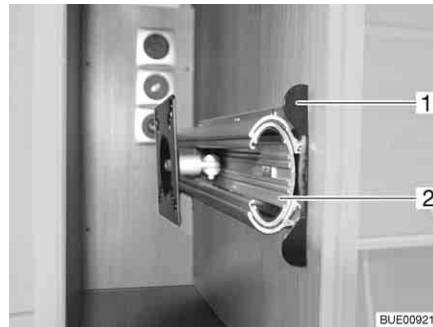

Bild 50 Halterung im TV-Schrank
- Entriegelungsleiste (Bild 50,1) hineindrücken.
- Auszug (Bild 50,2) bis zum Anschlag herausziehen.
- Auszug (Bild 50,2) einschieben, bis die Entriegelungsleiste (Bild 50,1) einrastet.